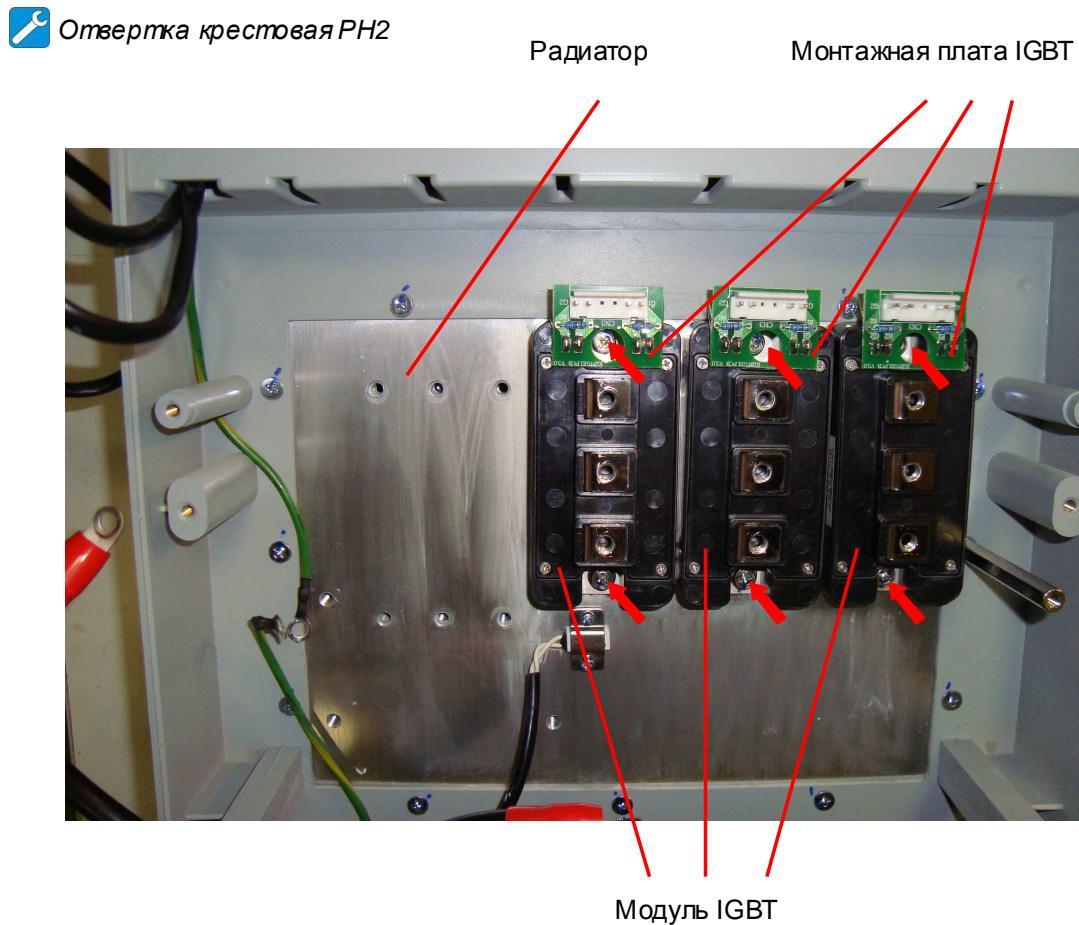

Рис. 6.17
6.12.1. Выкрутить 6 винтов (рис. 6.17, красные стрелки), демонтировать модули IGBT вместе с монтажными платами и положить их в тару.